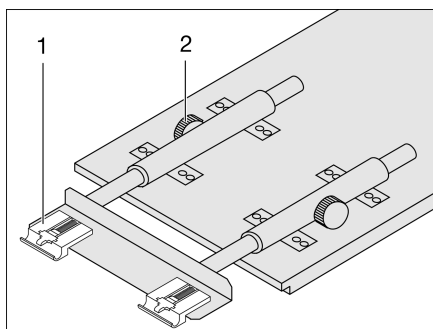

Fig. 97 Ampliación de la mesa colgante
- Soltar los tornillos moleteados (Fig. 97,2).
- Elevar el tablero de mesa ligeramente por delante y extraerlo hasta el tope. La prolongación de mesa (Fig. 97,1) está completamente extraída.
- Elevar el tablero de mesa ligeramente por delante y empujarlo hacia atrás hasta el tope. La prolongación de mesa (Fig. 97,1) está completamente introducida.